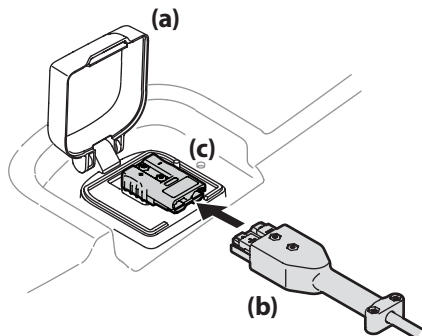

Figura 2-24
1. Levante la puerta del puerto de carga (a), que se encuentra en el panel posterior del cuerpo de la podadora. Ver Figura 2-24.